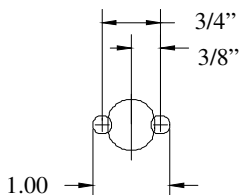

Figure 2.
2. Agrandir le trou d'accès pour permettre le passage du bloc et du boulon de carrosserie, utiliser un foret de 1/2 po (voir Figure 2) ou une meule à rectifier pour agrandir le trou d'accès dans le bas du longeron. Voir la Figure 2. Peindre toute surface de métal nu.